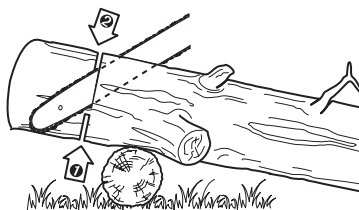

Imagen 32
- > Cuando el tronco esté apoyado por un extremo (imagen 32), corte 1/3 del diámetro desde abajo (corte por la parte inferior). Después realice el corte final por la parte superior hasta coincidir con el corte inicial.